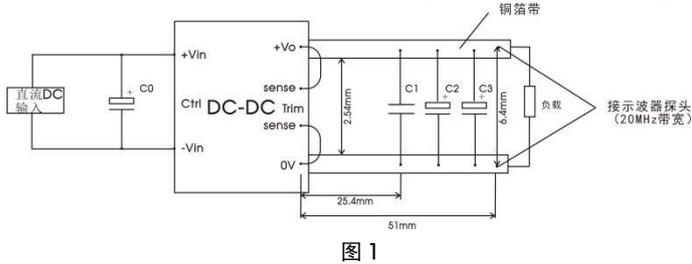

图 1
①遥控脚 (Ctrl)控制引脚的电压是相对于输入-Vin。
②按 0%Io-100%Io 负载条件测试时, 48VDC 输出电压纹波&噪声≤400mV, 其他输出电压纹波&噪声≤300mV, 纹波和噪声的测试方法参见图 1。
所有该系列的 DC/DC 转换器在出厂前，都是按照下图 1 推荐的测试电路进行测试。